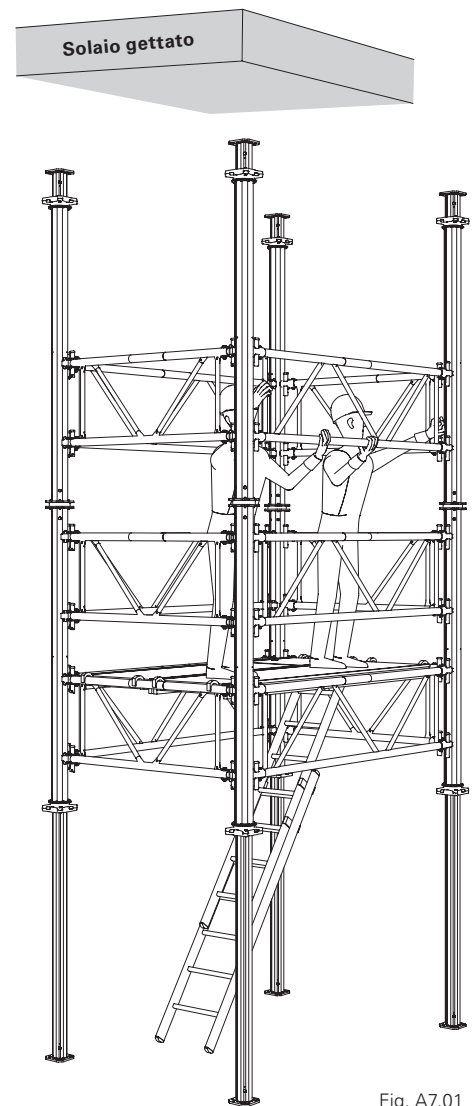

Fig. A7.01
5. Smontare la torre procedendo dall'alto verso il basso. Allentare gli stabilizzatori orizzontali di montaggio solo una volta garantita la stabilità. (Fig. A7.01)